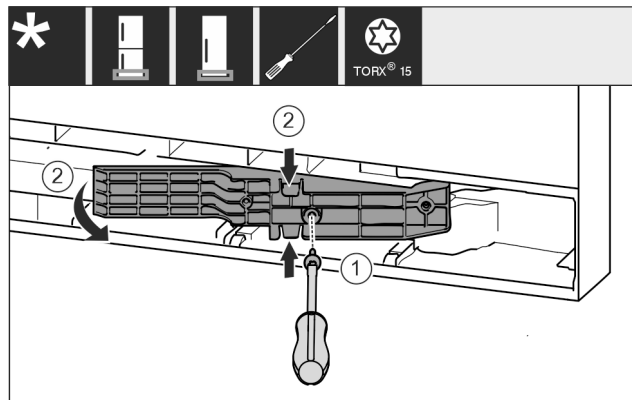

Fig. 18 \*
- ▶ Oldja ki a csavarokat a T15 csavarhúzóval. Fig. 18 (1)\*
- ▶ Húzza ki az illesztődarabot. Fig. 18 (2)\*